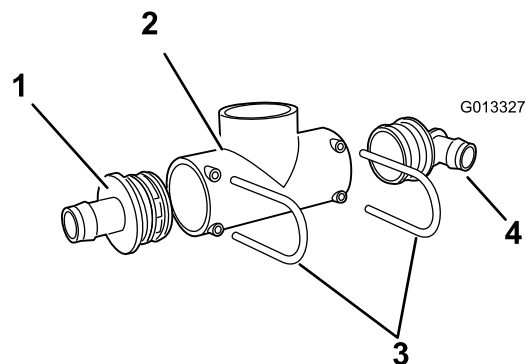
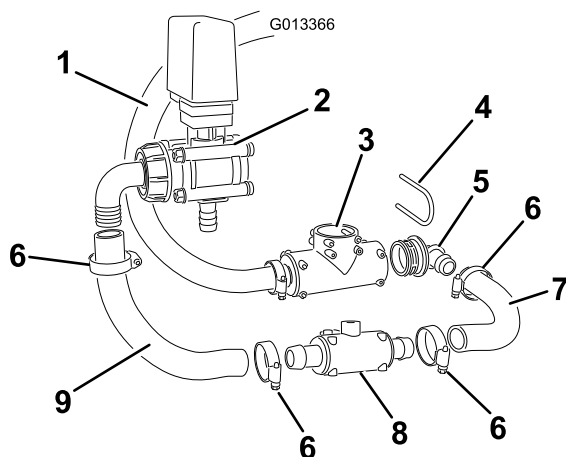

Figura 16
Figura 20
3. Montate un raccordo dentellato diritto S67 nel foro sinistro del raccordo a T (Figura 16). Fissatelo con il dispositivo di fissaggio precedentemente rimosso.
11. Inserite un raccordo a 90° S67 nel foro destro del raccordo a T S67 (in precedenza sede del tubo di alimentazione della barra) (Figura 20 o Figura 16). Prendete il primo pezzo di flessibile corto tagliato alla lunghezza di 28 cm, e spalmate del sapone liquido sul raccordo e sul flessibile. Inserite a fondo il flessibile sul raccordo. Fate scorrere la fascetta stringitubo sul raccordo e serratela per fissare il flessibile.
12. Prendete il secondo pezzo di flessibile corto tagliato alla lunghezza di 28 cm, e spalmate del sapone liquido sul raccordo e sul flessibile (Figura 20). Inserirlo a fondo nella valvola dell'agitatore. Fissate gli elementi con la fascetta stringitubo.
13. Montate delle fascette stringitubo su entrambe le estremità del flessibile più corto montato. Collegare i due flessibili per mezzo del raccordo a T, inserendo l'estremità di ogni flessibile sui raccordi dentellati S53 (Figura 20). Fissate gli elementi con le fascette stringitubo.